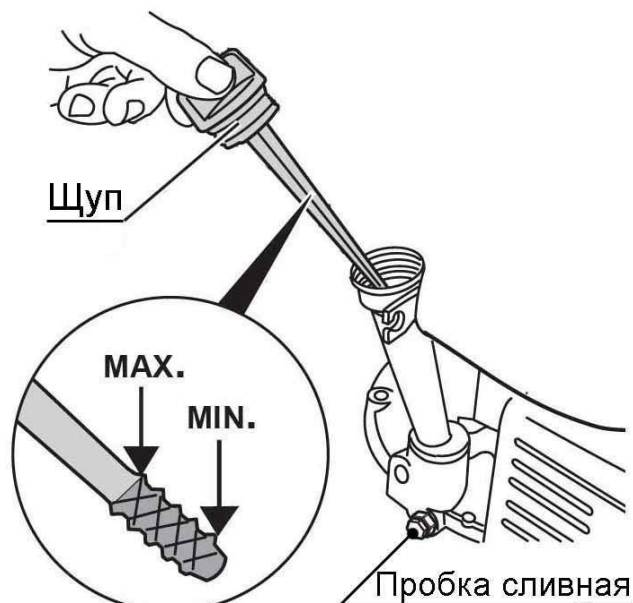

Рис.3
- Каждый раз перед запуском и через каждые пять часов работы проверяйте уровень масла. Поддерживайте уровень масла между отметками MIN и MAX на масляном щупе (рис.3).
- извлеките масляный щуп, проверьте уровень масла, при низком уровне – долейте масло до нужного уровня по меткам на щупе (рис.3). При высоком уровне – слейте лишнее масло, отвернув маслосливную пробку картера двигателя.